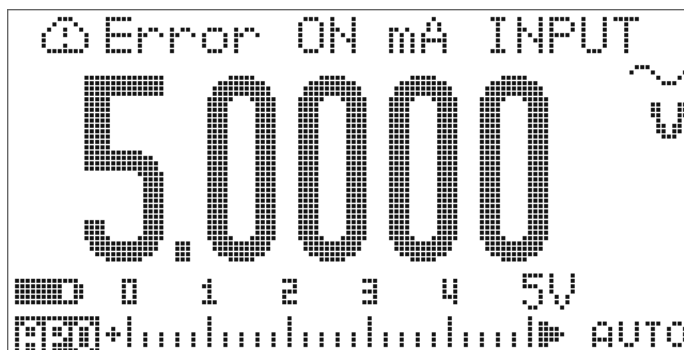

図 6-3 充電端子のエラー・メッセージ
**CHG** 端子に 5 V より大きい電圧レベルを供給します。**Error ON mA INPUT** というエラー・メッセージ (図 6-3 を参照) がセカンダリ・ディスプレイに表示され、正のリードを  **CHG** 端子から取り外すまでビープ音が鳴り続けます。